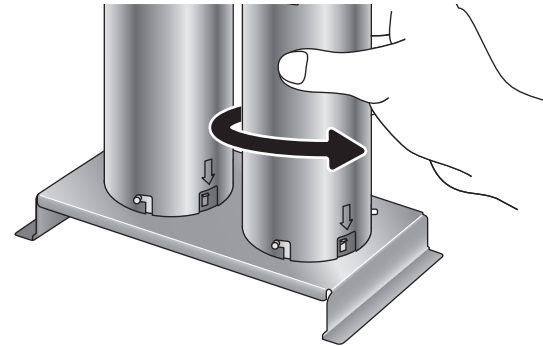

Abb. 8: Reflektoren einbauen
9. Setzen Sie die Reflektoren wieder auf. Achten Sie dabei auf die Aufsetzmarkierung „Pfeil“ (Abb. 8).
Setzen Sie den Reflektor so auf, dass sich der Pfeil am Reflektor gegenüber der Aussparung am Rösteinsatz befindet (Abb. 8). Anderenfalls wird es Ihnen nicht gelingen, den Rösteinsatz korrekt in das Gerät einzusetzen.